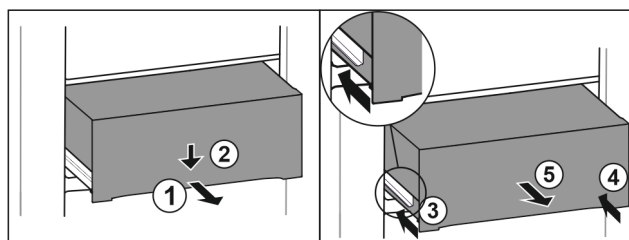

Fig. 133
- Træk skuffen halvt ud. Fig. 133 (1)
- Tryk skuffen ned på forsiden. Fig. 133 (2)
- Skub venstre skinne ca. 2 cm ind. Fig. 133 (3)
- Skub højre skinne ca. 2 cm ind. Fig. 133 (4)
- Tag skuffen ud fremefter. Fig. 133 (5)